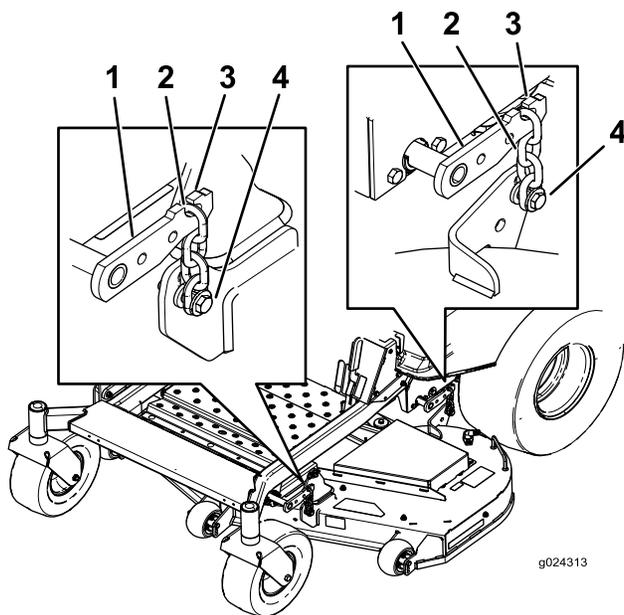

Figura 66
- Retire las cadenas de los ganchos de los brazos de elevación de la carcasa (Figura 66).
6. Eleve la parte trasera de la carcasa de corte y conecte las cadenas a los brazos de elevación traseros (Figura 66).
7. Conecte las cadenas delanteras a los brazos de elevación delanteros (Figura 66).